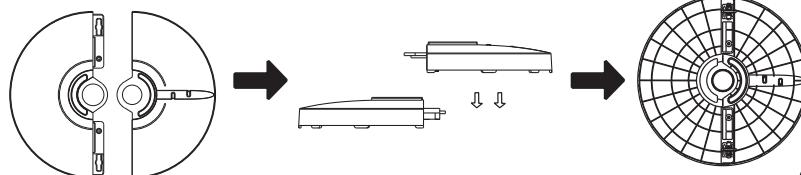

Abb.1
1.Nehmen Sie das Ventilatorgehäuse und die Ersatzteile aus dem Karton. Setzen Sie den vorderen Sockel auf den hinteren Sockel und fügen Sie sie zusammen. (siehe Abb. 1)